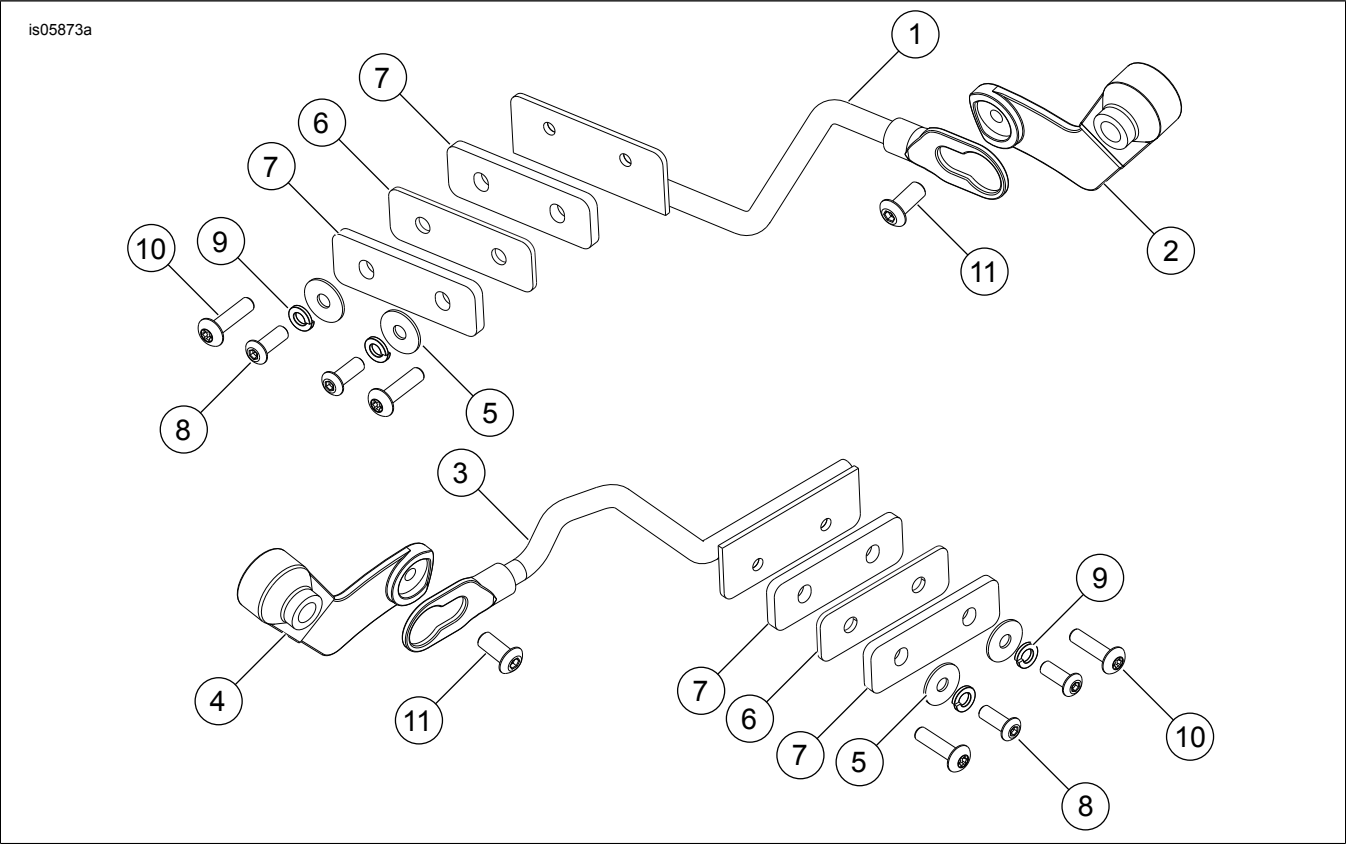

Figura 5. Peças de reposição: Suporte inferior de apoio
Veja a Figura 5 e a Tabela 1.
1. Veja a Figura 5. Instale o suporte inferior (1 ou 3) com o isolador (6) no alforje. **Para os modelos FXDF e FXDFSE, e para o modelo FXDWG ano 2010:** Instale espaçadores (7), arruelas do pára-lama (5), arruelas de pressão (9) e parafusos (10). Não aperte totalmente. **Para todos os outros modelos:** Prenda com parafusos (8), arruelas do pára-lama (5) e arruelas de pressão (9). Não use os espaçadores (7). Não aperte totalmente.